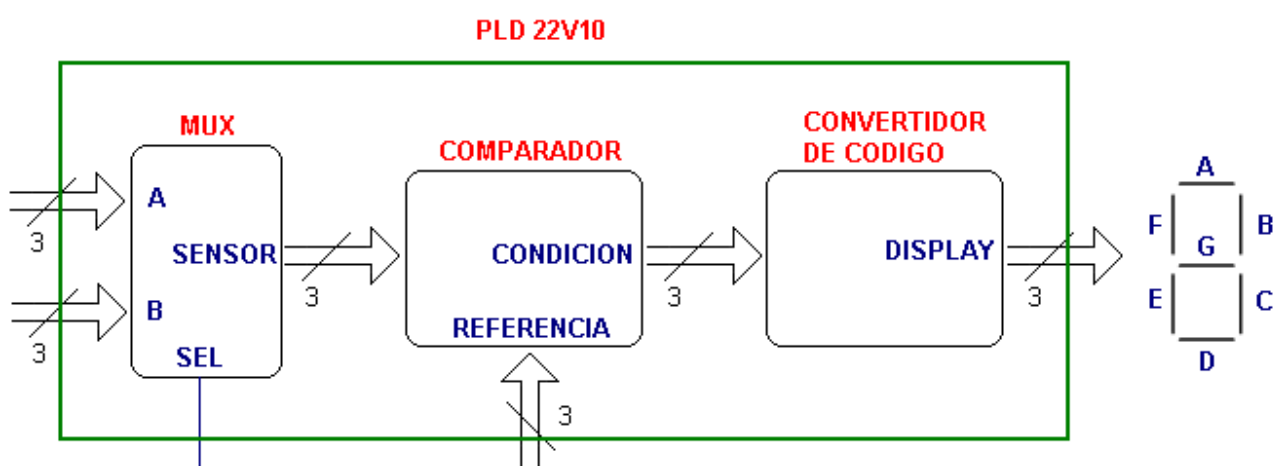

Ilustración 1 Diagrama a bloques del diseño a realizar
1.- Realizar el programa en HDL del diseño de la ilustración 1. La asignación de pines la deben de hacer de acuerdo a la disponibilidad que se muestra en la hoja de especificaciones de la GAL.
En la ilustración 1 se muestra el diseño completo del cuadro de alarmas donde interviene un circuito multiplexor, un comparador y un decodificador. El comparador tiene tres salidas que se activan de acuerdo a la condición detectada, el valor que toma cada salida se muestra en la tabla 1.